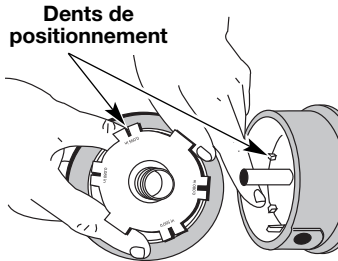

Fig. 32
- Vérifiez l'état d'usure des dents de positionnement sur le moulinet intérieur et la bobine extérieure (Fig. 32). Enlevez les ébarbures ou remplacez le moulinet et la bobine au besoin.